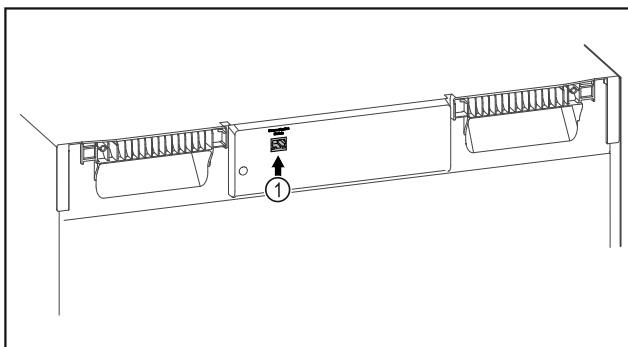

Fig. 102
- SmartModule Fig. 102 (1) se rabi.